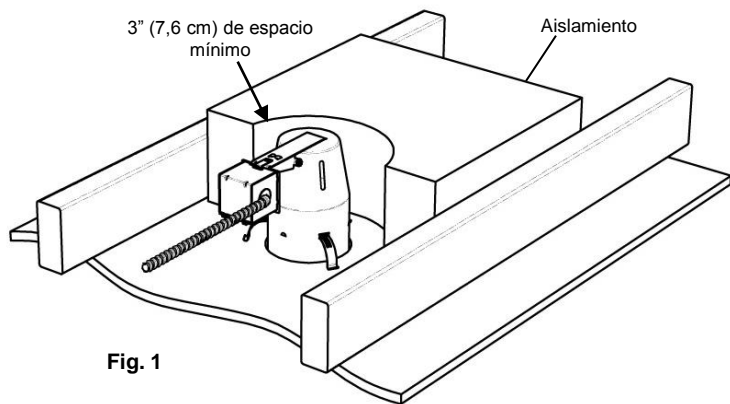

Fig. 1
NOTA: Esta lámpara tiene una carcasa de tipo No IC. No instalar aislamiento a menos de 4" (10,2 cm) de la carcasa. (Fig. 1) Además la carcasa debe instalarse a un mínimo de 1/2" (1,27 mm) de cualquier material inflamable, como vigas de madera o tableros de piso. La superficie del techo es una excepción a este requisito y puede entrar en contacto con la parte inferior de la carcasa.
2. Descarta cualquier aislamiento de modo que dejes los 3" (7,62 cm) de espacio especificados en la sección de **PRECAUCIÓN** que está al principio de estas instrucciones. (Ver Fig. 1)